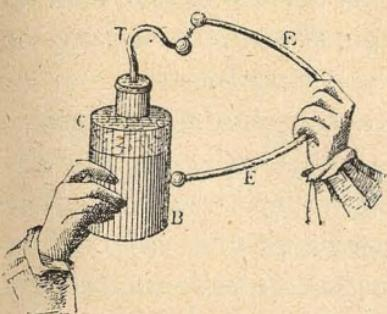

Fig. 176.—Descarga instantánea.
*Descarga instantánea.* — Se descarga *instantáneamente*, poniendo en comunicación las dos armaduras por medio de un instrumento llamado *excitador* (fig. 176).